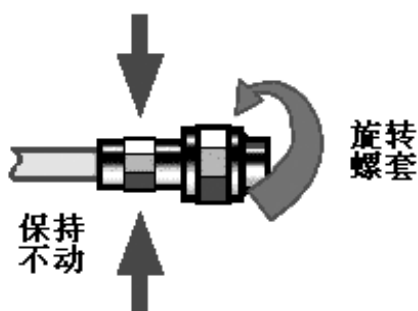

图 2-4 连接方法
- 2) 如图 2-4，将两个同轴连接器平直地移到一起，使它们能平滑接合，旋转同轴连接器的螺套（注意不是旋转同轴连接器本身）直至拧紧，连接过程中同轴连接器间不能有相对旋转运动。